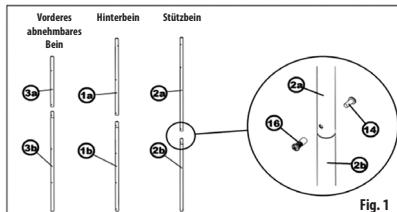

Fig. 1
Förbereda delade stödben, ben med avsmalnande del utgör alltid den nedre benet. Rikta den avsmalnande delen alltid uppåt (Fig. 1). Skruva fast stödbenet (2a+2b) med dekorskraven (14) och römmuttern (16), fästena på de övriga stödbenarna kommer att döljas under fotsteg (7).